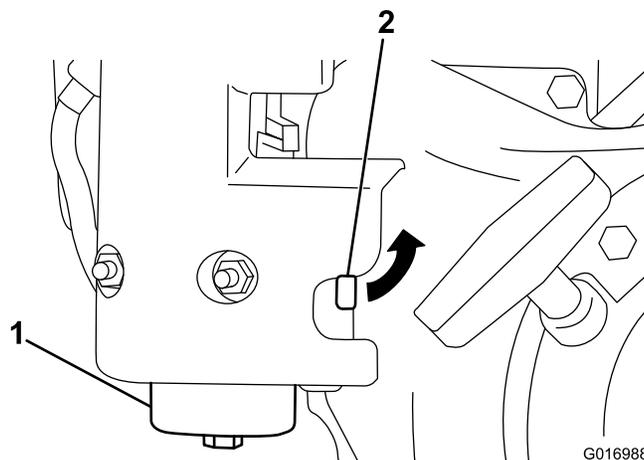

Figure 29
- Fermez le robinet d'arrivée de carburant et dévissez la cuvette du corps du filtre (Figure 29).